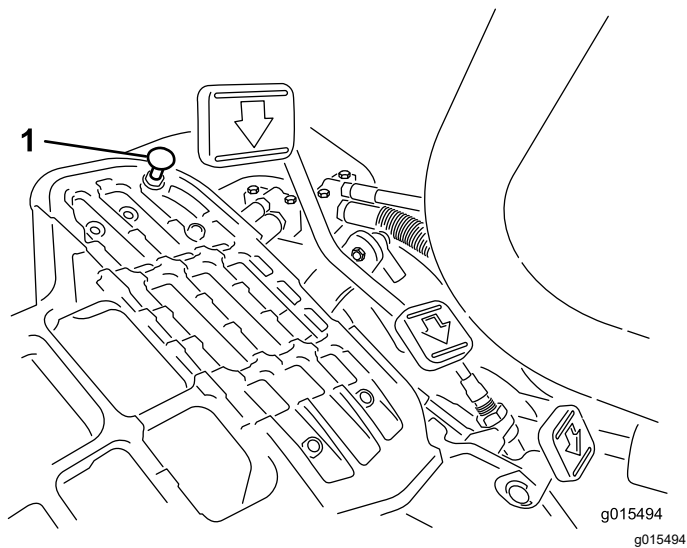

図 38
モードレバーを移動走行位置にセットし、ペダルを一杯に踏み込めば最高速度となります。ケーブルに張力が掛かる前にペダルがストップ 図 38 に当たる場合には調整が必要です。
1. モードレバーを移動走行位置にセットし、ペダルストップを固定しているロックナットをゆるめる 図 38。